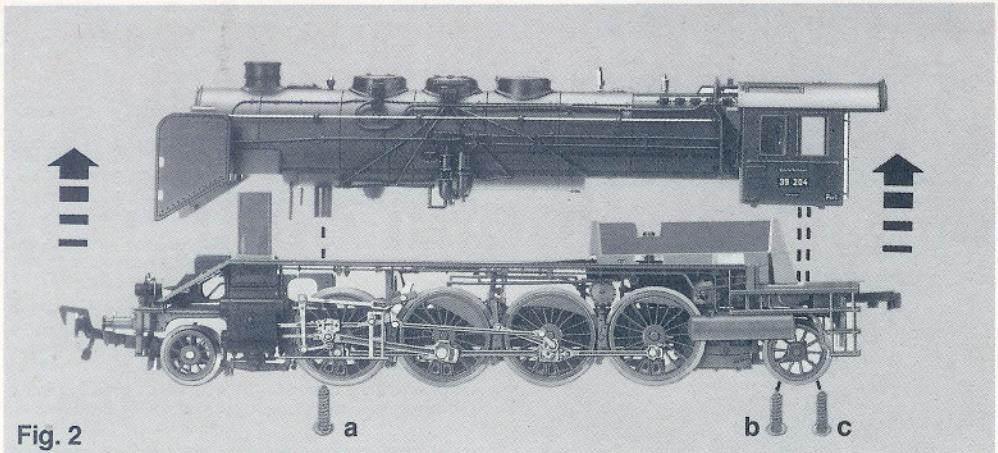

Fig. 2
**Öffnen** der Lok ist nur zum Lampenwechsel erforderlich. Die Schrauben **a**, **b** und **c** entfernen. Lokgehäuse senkrecht nach oben abnehmen (Fig. 2).
**Opening the loco is only necessary to change the bulb.** Remove screws a, b and c. Lift the loco body upwards (fig. 2).
**La locomotive** ne doit être ouverte que pour le remplacement de l'ampoule. Dévisser les vis a, b et c. Retirer la carrosserie en tirant vers le haut (fig. 2).
**Het demonteren** van de lok is alleen voor het verwisselen van het lampje noodzakelijk. Schroeven **a**, **b** en **c** losdraaien. Lokhuis lodecht naar boven losnemen (fig. 2).
Att öppna loket fordras endast för byte av glödlampa. Avlägsna skruvarna **a**, **b** och **c**. Ta av kåpan lodrätt uppåt (fig. 2).
L'apertura della locomotiva si richiede solo per il cambio delle lampade. Rimuovere le **a**, **b** e **c**. Sfilare il mantello verticalmente verso l'alto (fig. 2).